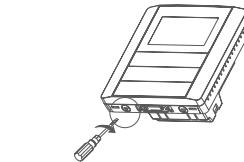

Рис. 1. Демонтаж опорной пластины терморегулятора
1. Для установки терморегулятора, при помощи отвертки демонтируйте опорную пластину, повернув отвертку на 180°, как показано на рис. 1.